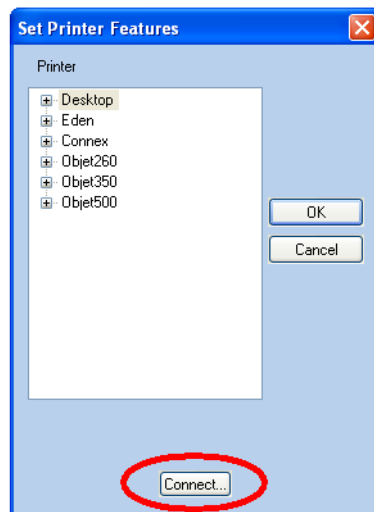

Figure 5-86 : Déconnecter Objet Studio d'une imprimante (A)
2. Dans la boîte de dialogue *Set Printer* (Configurer l'imprimante), cliquez sur **Connect** (Connecter) (voir la figure 5-86).